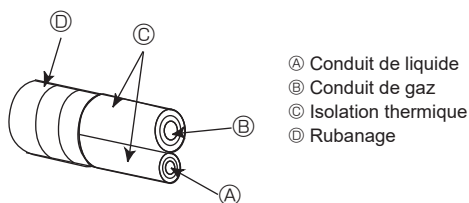
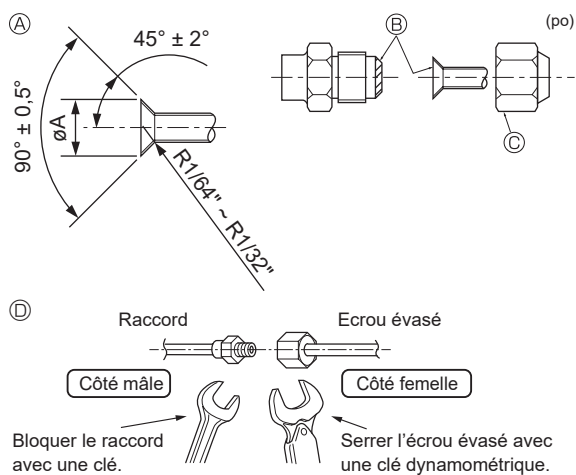

Fig. 4-5
Fig. 4-6
A (Fig. 4-6)
4.3. Connexion des tuyaux (Fig. 4-5) (Fig. 4-6)
[Fig. 4-5]
[Fig. 4-6]